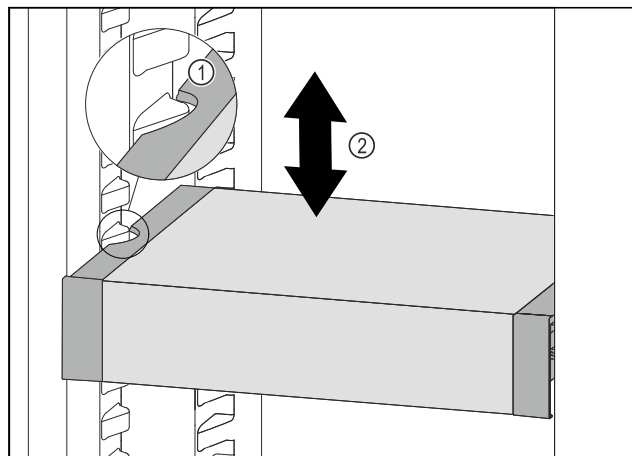

Fig. 202
- Tirare VarioSafe in avanti fino a quando le cavità laterali di VarioSafe non si trovano al livello della nervatura del contenitore nel vano frigorifero. Fig. 202 (1)
- Spostare VarioSafe verso l'alto o verso il basso nel vano frigorifero fino a raggiungere l'altezza desiderata. Fig. 202 (2)